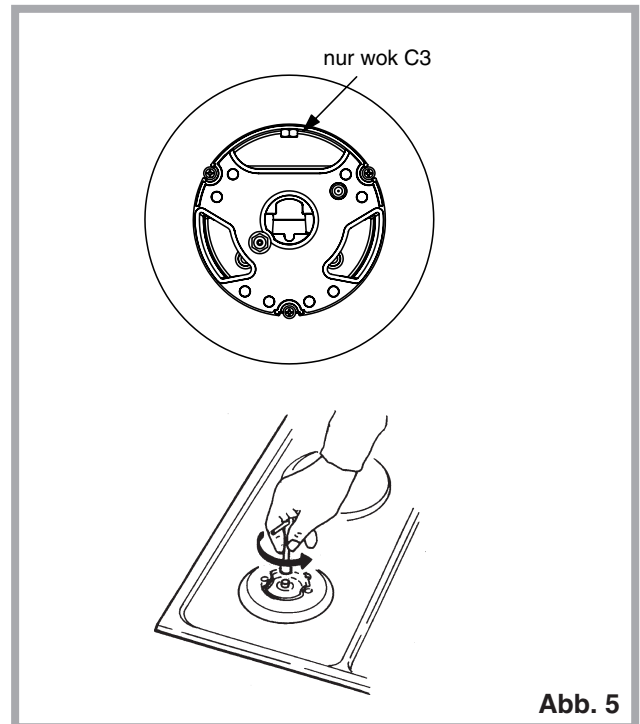

Abb. 5
### Anpassung an einen anderen Gastyp (Abb. 5)
- die Düsen (Abb. 5) mit den vorhandenen Gastyp bestimmten Düsen (siehe Tab. "Technische Daten" ersetzen;